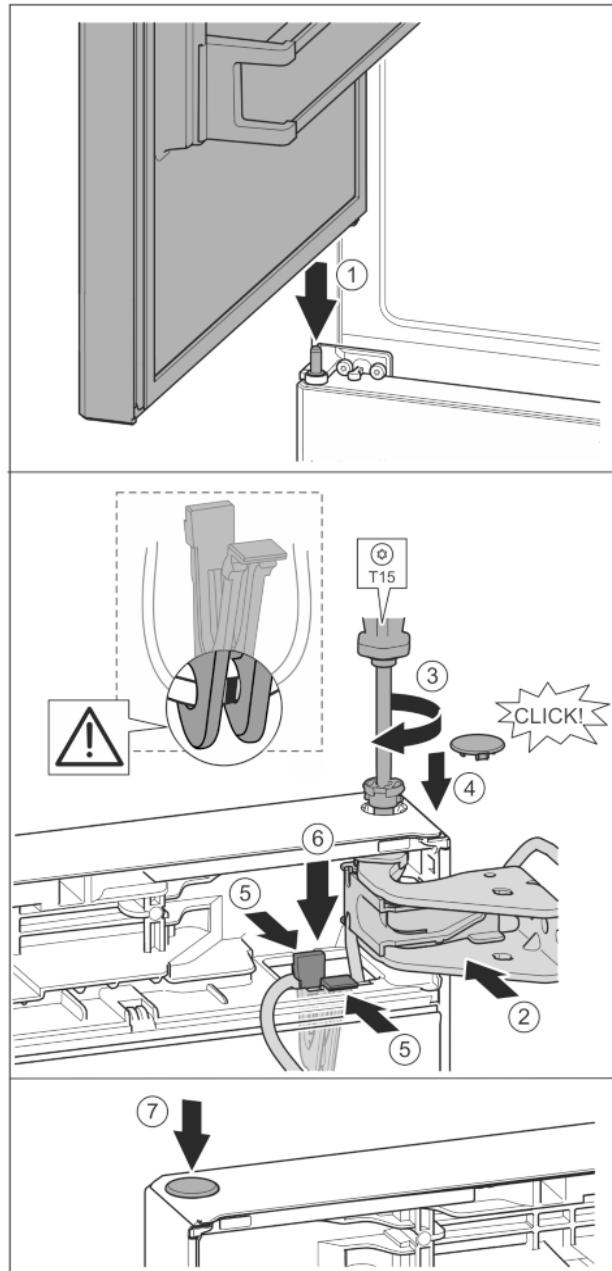

Fig. 41
- ▶ Stavite gornja vrata na srednji podložak ležaja Fig. 41 (1)
- ▶ Poravnajte gornja vrata prema otvoru u podlošku ležaja. Fig. 41 (2)
- ▶ Umetnute svornjak i zavijte odvijačem T15. Fig. 41 (3)